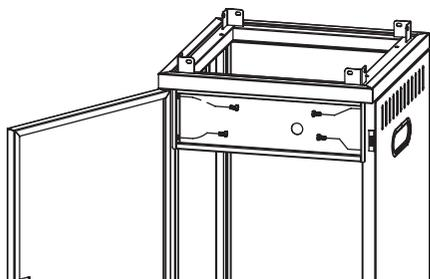

Рис. 10.
7. Расположите круглое отверстие панели управления справа посередине верхней части левой и правой боковых пластин, закрепите его четырьмя винтами с шестигранной головкой М6х12, закройте переднюю дверцу и верхнюю пластину корпуса, затем откройте переднюю дверцу и затяните винты. Отрегулируйте установку таким образом, чтобы передняя дверца имела равномерный зазор с верхней пластиной и корпусом коробки. Если панель управления не может быть свободно установлена между левой и правой боковыми пластинами, ослабьте винты А и В на предыдущем шаге, а затем затяните винты А и В после завершения этого шага сборки (рис. 10).